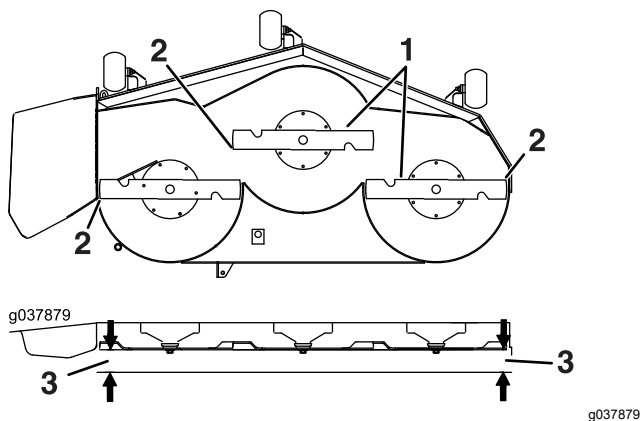

Bild 86
6. Messen Sie den Abstand zwischen der Messerspitze und der ebenen Oberfläche (Bild 86). Wenn beide Messwerte nicht innerhalb von 5 mm liegen, stellen Sie die Nivellierung ein; fahren Sie mit diesen Schritten fort.
14. Drehen Sie die Schnittmesser vorsichtig von einer Seite zur anderen (**Bild 86**).